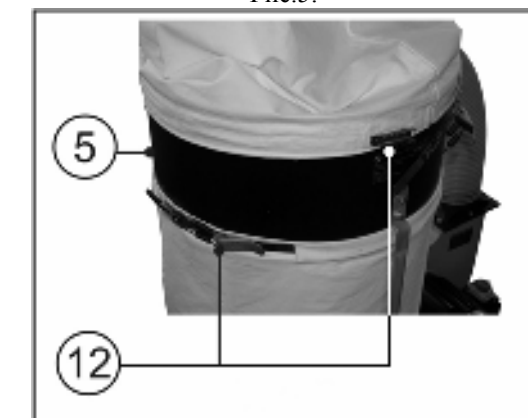

Рис.7.
- Наденьте фильтрующий мешок на корпус фильтра (5), укрепите лямку мешка на вертикальной стойке, затем затяните хомут (12). Наденьте мешок пылесборника на корпус фильтра и затяните хомут (12), Рис.7.